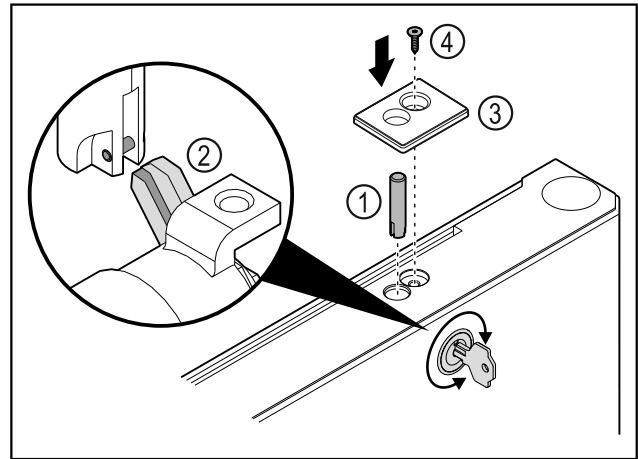

Fig. 46
- ▶ Slotbout Fig. 46 (1) plaatsen.
- ▶ Slot iets draaien zodat slotbout Fig. 46 (2) in sleuf van slot vergrendelt.
- ▶ Afdekking Fig. 46 (3) plaatsen.
- ▶ Schroef Fig. 46 (4) plaatsen.